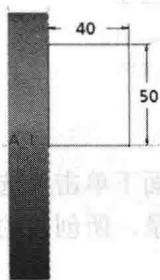
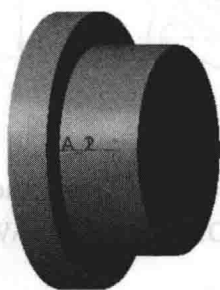

图 1-29 绘制截面
图 1-30 创建第二个旋转特征
(12) 采用相同的方法，创建第 2 个旋转特征，截面尺寸为 40mm×50mm，如图 1-29 所示，旋转实体如图 1-30 所示。